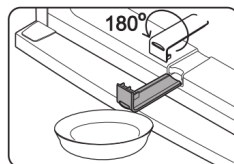

Fig. 7
- Tirez la languette de drainage de l'eau de dégivrage, faites-la tourner 180° et insérez-la dans l'ouverture (fig. 7). Placez un récipient à eau sous la languette.